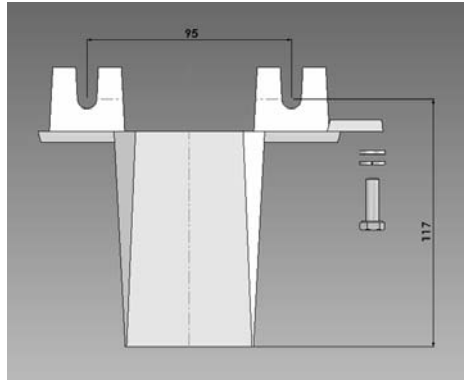

Fig.6 Vloerconsole rechts van voren
- Apparaat met de bijgevoegde plaatjes, veerringen en zeskantschroeven M6 **losvast** op de vloerconsoles schroeven. Hierbij vanaf de onderkant de bevestigingsstrips van de vloerconsoles in het apparaat schroeven (fig. 6).